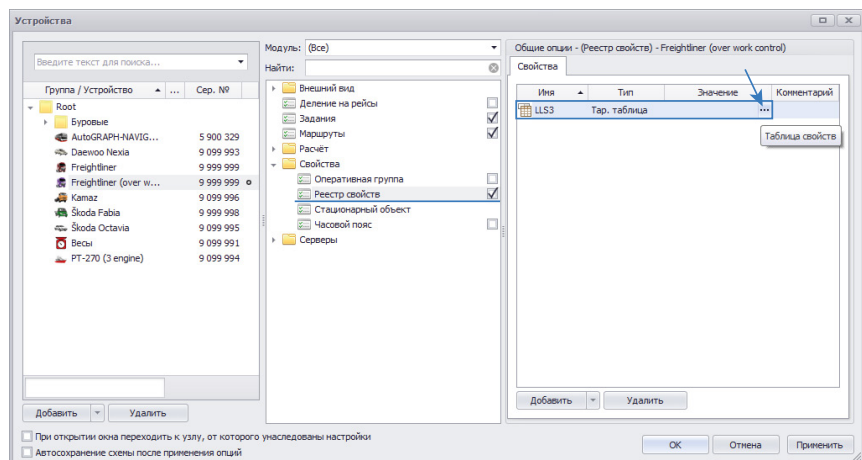

Рис.71. Создание тарифовочной таблицы датчика.
- Для пересчета показаний в отчетах АЦП в уровень топлива в литрах задать тарировочную таблицу датчика. Тарировочная таблицу необходимо предварительно добавить в Реестр свойств настраиваемого транспортного средства. Для добавления тарировочной таблицы датчика в реестр свойств ТС необходимо в меню «Устройства» перейти в раздел настроек «Свойства – Реестр свойств» и в таблицу на вкладке «Свойства» добавить новое свойство с типом «Тар. таблица», например, свойство «LLS3» (Рис.71).